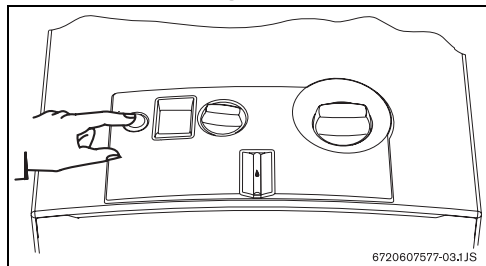

Fig. 7
► Para tal fin, basta conectar el interruptor (Fig. 7).